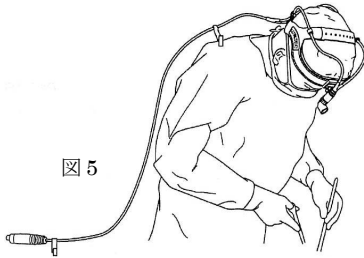

図 5
- 2) ライトケーブル上部のガウクリップを手術着の肩辺りに留める。頭部が自由に動かせるぐらいにケーブルにゆとりを持たせること。(図 5)